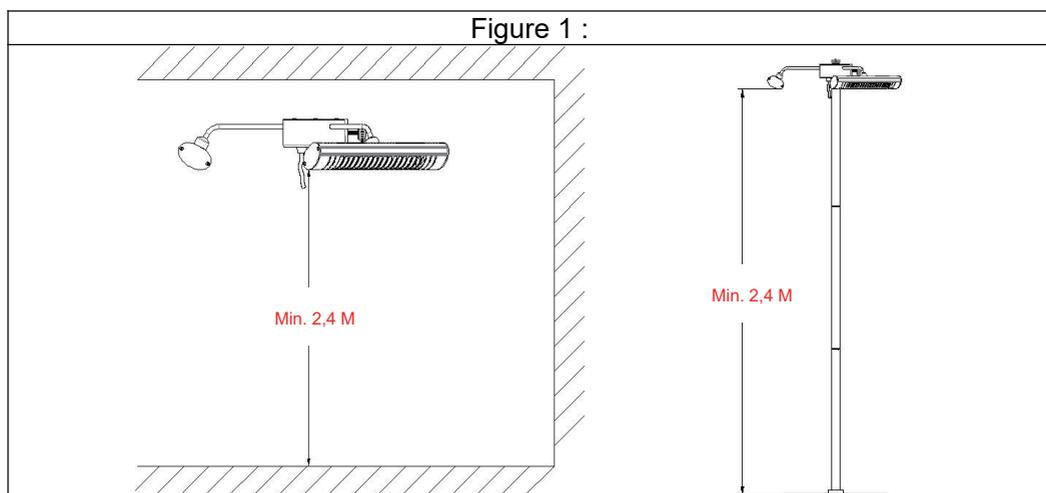

Figure 2
- Description de la fonction de l'appareil de chauffage, voir Figure 2.